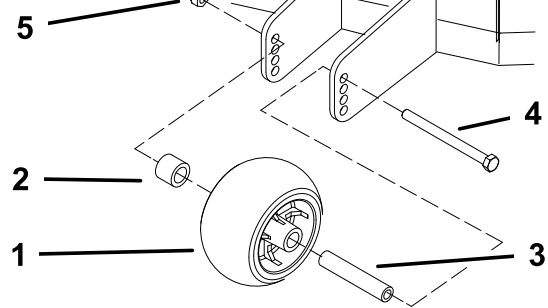
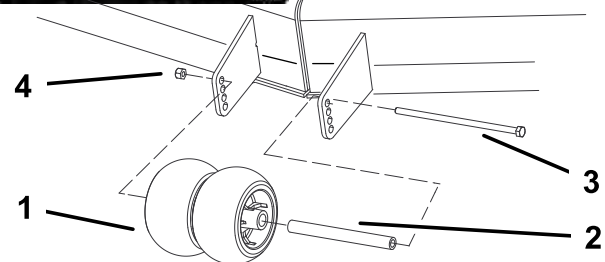

Figura 20
Figura 21
3. Después de ajustar la altura de corte, ajuste los rodillos retirando la tuerca con arandela prensada, el casquillo, el espaciador y el perno (Figura 20, Figura 21, y Figura 52).
Nota: Los dos rodillos centrales no tendrán espaciador (Figura 21).
5. Instale la tuerca con arandela prensada, el casquillo, el espaciador y el perno. Apriete a 54–61 Nm (40–45 pies-libra) (Figura 20, Figura 21 y Figura 52).